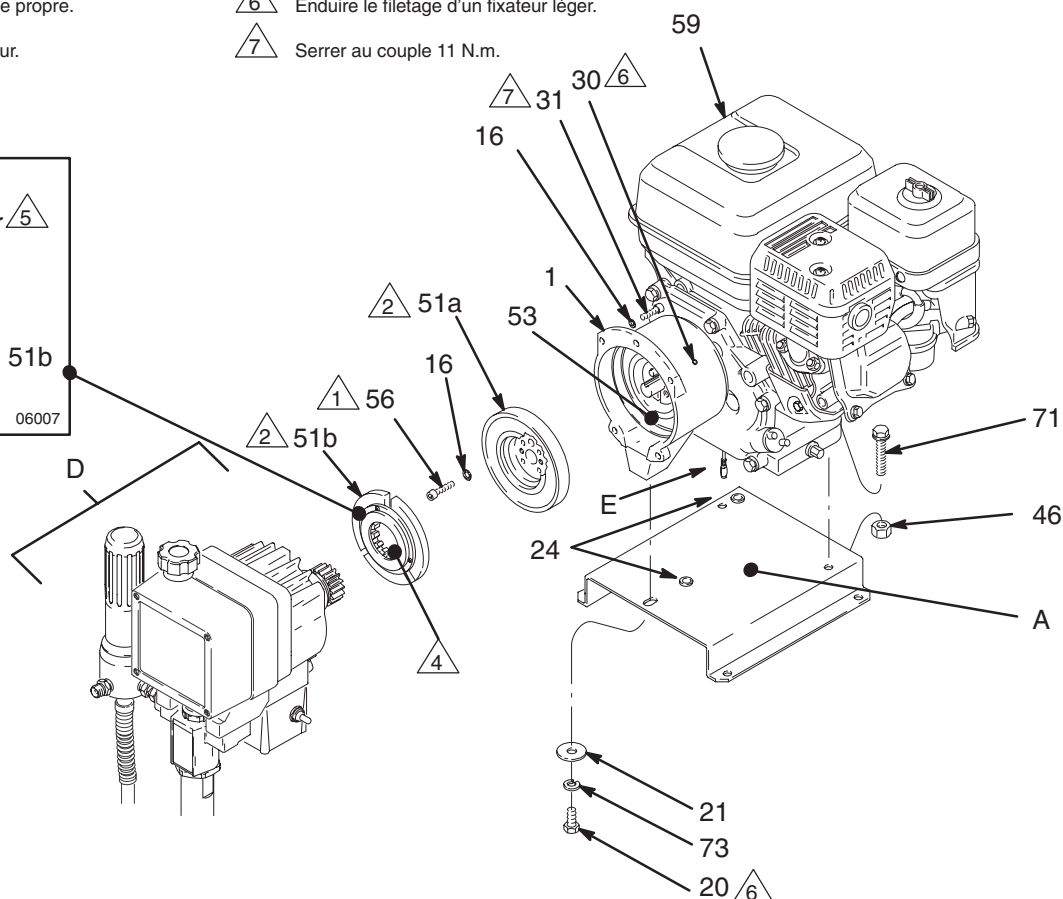

Fig. 25
6. S'assurer que la face **du rotor (51a)** et l'inducteur (55) soient bien exempts de bavures. Monter le rotor, les rondelles (16) et les vis à tête (56). Serrer les vis au couple de 9,5 N.m. Voir Fig. 25.
7. Après le montage du rotor (51a), il faut réajuster le jeu entre le rotor et l'inducteur (53). Serrer les vis sans tête (30) en diagonale et de façon uniforme. Tirer sur le cordon du lanceur pour s'assurer que le moteur tourne librement et qu'il n'y a aucun frottement entre le rotor et l'inducteur. Au cas où les deux se toucheraient, desserrer les vis sans tête et repositionner l'inducteur.
8. Nettoyer la face de **l'induit (51b)**. Après avoir orienté le côté plat de l'induit face au rotor (51a), faire glisser l'induit sur le moyeu (2h) de l'ensemble entraînement/pignonnerie (D) jusqu'à ce que l'extrémité chanfreinée du moyeu (2h) dépasse de l'induit. Voir le DÉTAIL B de la figure 25. On doit sentir une certaine résistance. Fixer l'entretoise en carton fournie avec le kit d'embrayage sur la face de l'induit. Recourber les cannelures sur le pourtour de l'induit.
9. Caler le chariot contre un mur pour l'empêcher de rouler. Pousser l'ensemble de transmission sur le carter d'embrayage (1). Il y a une certaine résistance à surmonter. Quand les surfaces de l'ensemble de transmission et du carter d'embrayage (1) sont de niveau, enlever l'ensemble de transmission. **Retirer l'entretoise en carton.**
10. Monter le **carter d'entraînement (D)** sur le carter d'embrayage (1) à l'aide des vis à tête (31) et des rondelles d'arrêt (16). Voir Fig. 25.